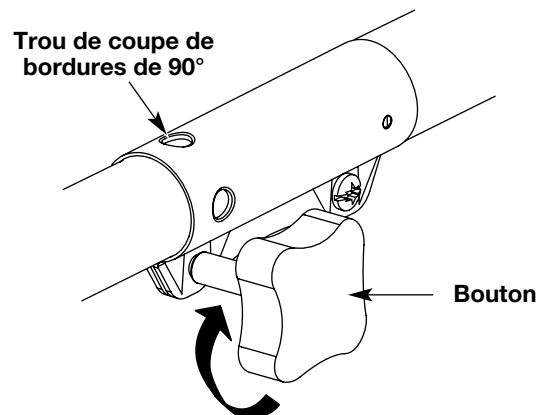

Fig. 21
3. Serrez le bouton en le tournant à droite (Fig. 21).
Pour couper les bordures à l'aide de la tête d'accessoire de coupe sur les modèle EZ-Link^{MC}, verrouillez le bouton de déclenchement de l'accessoire de coupe dans le trou de 90° (Fig. 21).